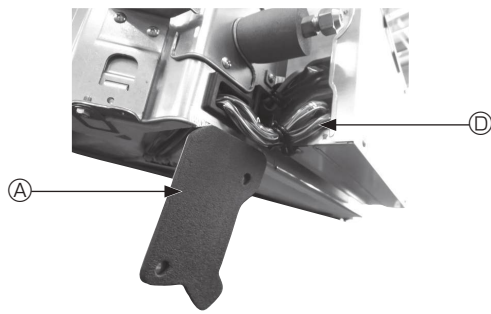

Fig. 4-4
- ① Retire los dos tornillos que sujetan la cubierta de alambre de la unidad principal, y luego abra la cubierta.
- ② Pase los cables del Sensor i-see y del receptor de señales por las entradas de cable de la caja de componentes eléctricos, tal como se muestra en el diagrama y alrededor de los casquillos del lado de la unidad principal. (Fig. 4-4)